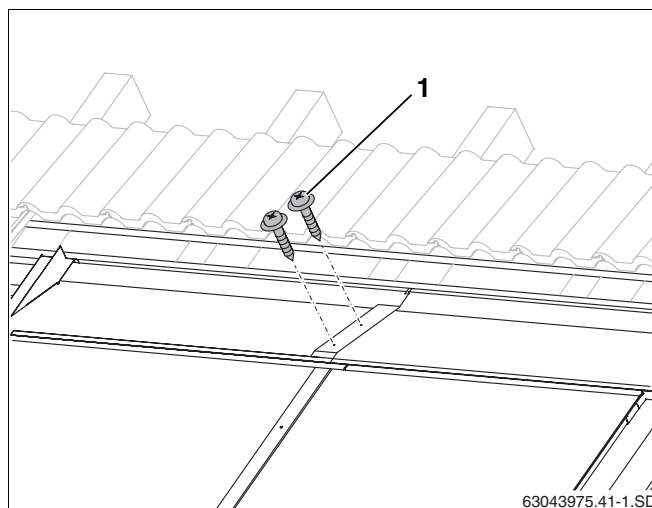

Fig. 59 Unir as chapas de cobertura superiores com parafusos
- ▶ Fixar as sobreposições das chapas com três parafusos de bate-chapas de 25 mm de comprimento (fig. 59, **item 1**) juntamente fornecidos.